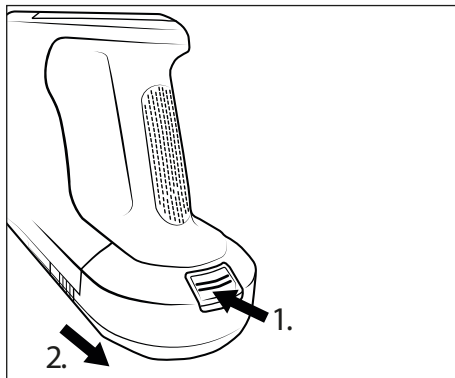

Fig. 13
- ◆ For at fjerne batteriet ② fra produktet, skal du trykke på oplåsningsknappen til batteriet ① og tage batteriet ② ud af produktet (se fig. 13).